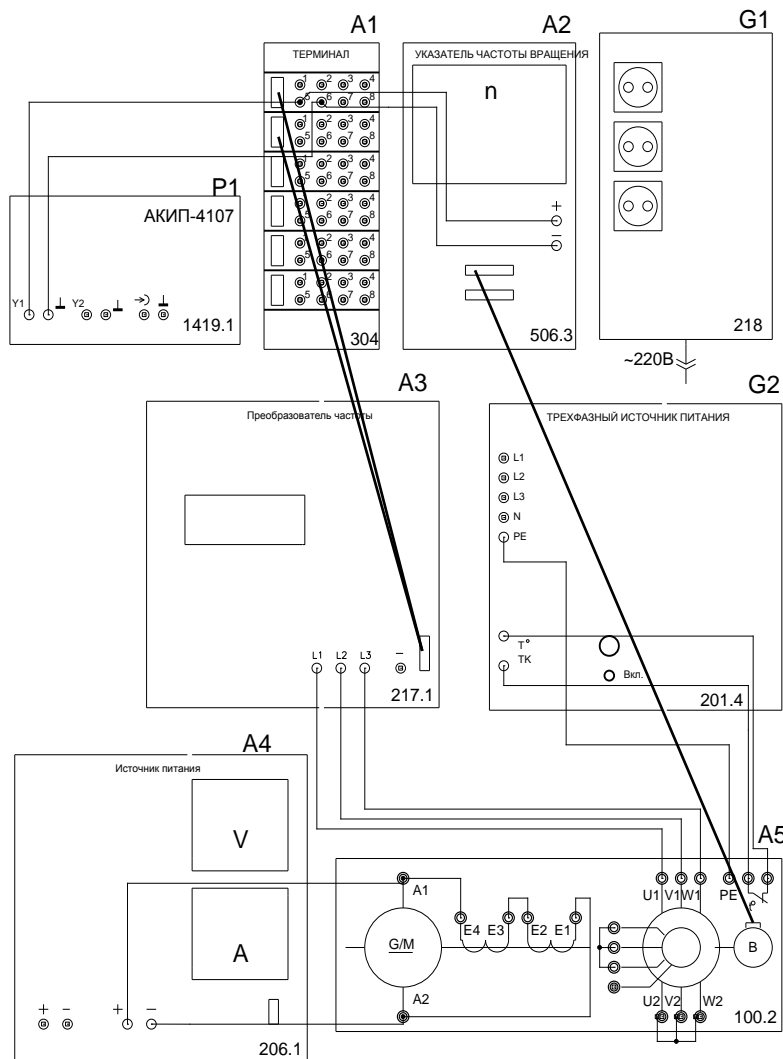

Рис. 20.1. Электрическая схема соединений
2. Собрать электрическую схему соединений по рис. 20.1.